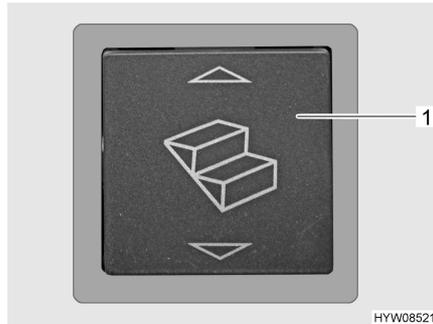

Bild 1 Wipptaster für Eintrittstufe (Eingangsbereich)
- Den Wipptaster (Bild 1, 1) im Eingangsbereich drücken.